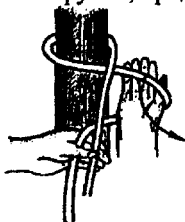

Рис. 69.
2. Ладонью правой руки приподнимаем ходовой конец и отводим его влево таким образом, чтобы коренной конец веревки касался тыльной стороны ладони (рис. 69).